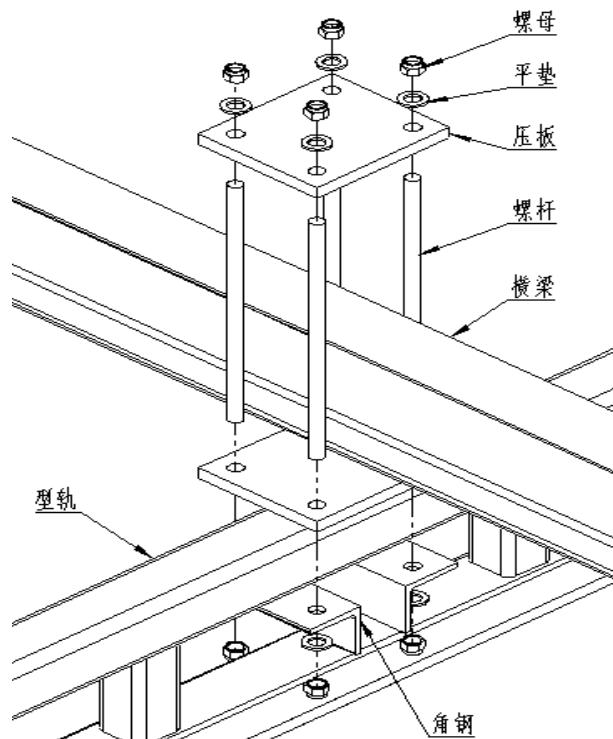

图 4A
4. 2 使用提供的角钢、压板、螺杆和螺母，将固定型轨与横梁连接起来（图 4A）。